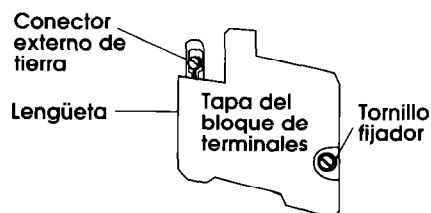

Figura 10
7. Inserte la lengüeta de la tapa del bloque de terminales en la ranura del panel posterior de la secadora (consulte la figura 10). Apriete la tapa con el tornillo fijador.